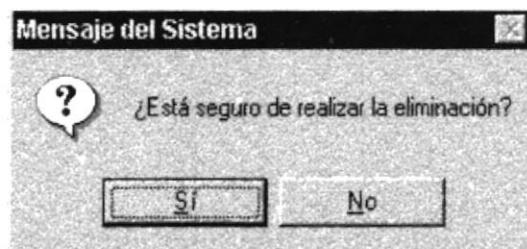

Figura 6.17 Para verificar si desea eliminar
9. Llama a la pantalla de la figura 6.17, donde permite exportar el reporte a un archivo de disco o a Microsoft Mail.